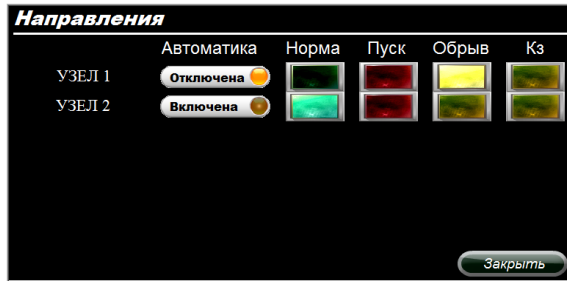

Рисунок 9.2 – Окно «Направления»
9.7 Кнопка «Направления» позволяет открыть окно «Направления» (рисунок 9.2), в котором отображается информация о состоянии узлов управления.